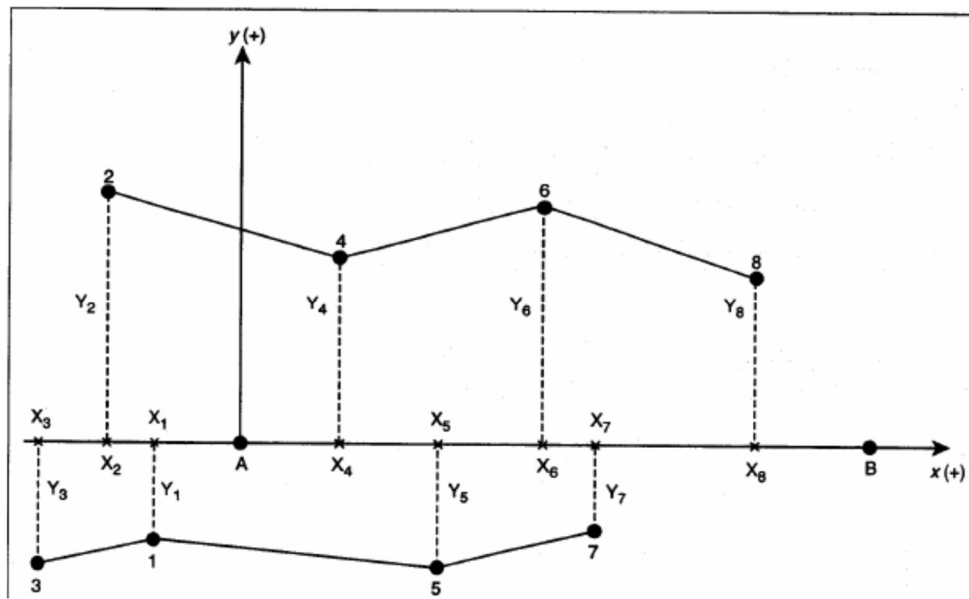

Figure 4.1 Croquis de points de détail.
Au cours de cet exercice, vous aurez à repérer les points d'appui A et B (figure 4.1) et à installer un jalon sur chacun de ces points. Vous devrez ensuite déterminer les points de projection perpendiculaires aux points de détail 1, 2, 3, 4, 5, 6, 7 et 8 sur la ligne d'opération AB à l'aide de l'équerre optique. Enfin, vous aurez à tracer un croquis sur lequel figurera la position des points de détail.
3. Consultez le croquis du travail à réaliser (figure 4.1)